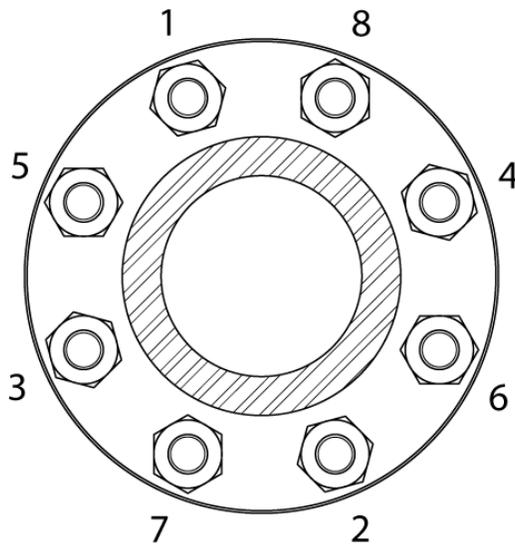

Figura 2-4. Secuencia de apriete de pernos (bridas de 8 pernos)
2. La primera vez, apriete los pernos a un par de torsión recomendado del 25% siguiendo la secuencia en la Figura 2-4.
3. La segunda vez, apriete los pernos a un par de torsión recomendado del 75% siguiendo la secuencia en la Figura 2-4.
4. Tercera vez, apriete los pernos al par de torsión recomendado del 100% siguiendo la secuencia en la Figura 2-4.